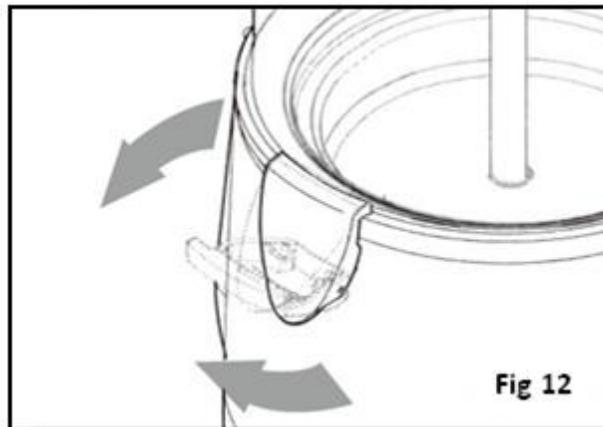

Fig 12
- Desbloquee los enganches del recipiente, tal como muestra la Fig. 12, para separar el recipiente del resto del aparato;